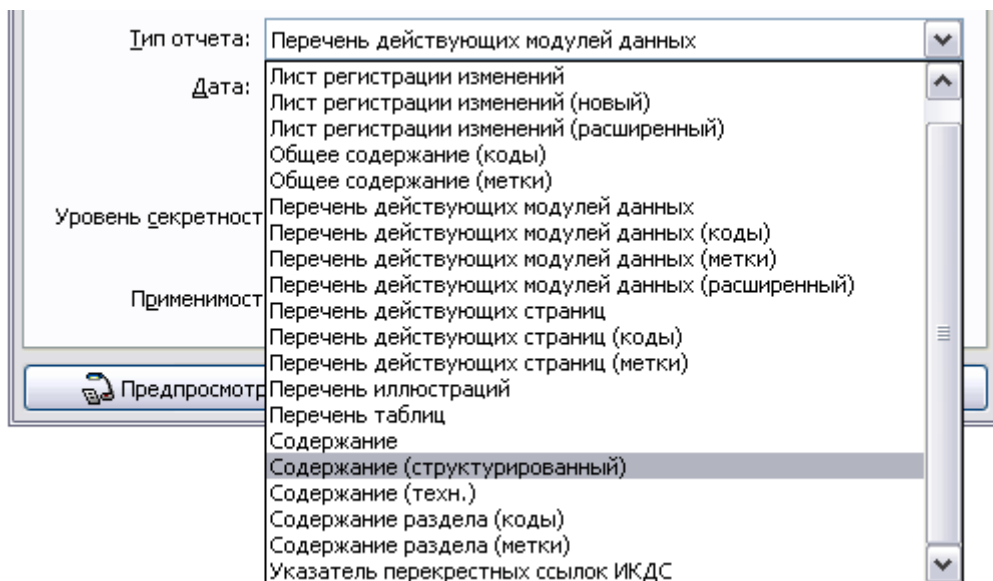

Рис. 8.58
7. В поле **Тип отчета** выберите из списка тип **Содержание (структурированный)** (Рис. 8.58).